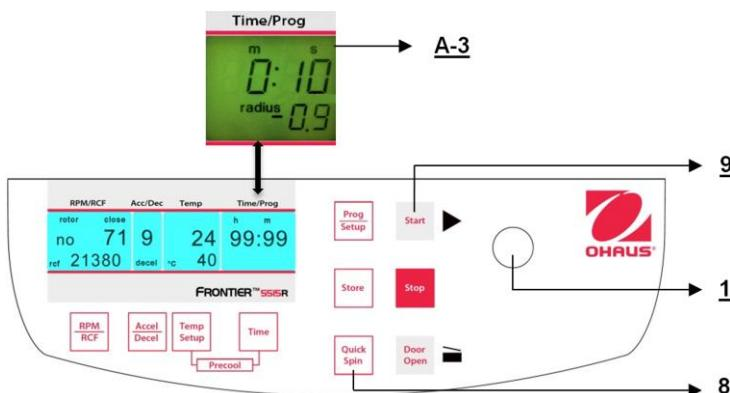

Figura 26
Puede arrancar la centrífuga ya sea con el botón "**Start**" (9) (vea la Figura 26) o con el botón "**Quick Spin**" (8). Con el botón "**Start**" (9), puede iniciar operaciones almacenadas u operaciones con parámetros preseleccionados manualmente.